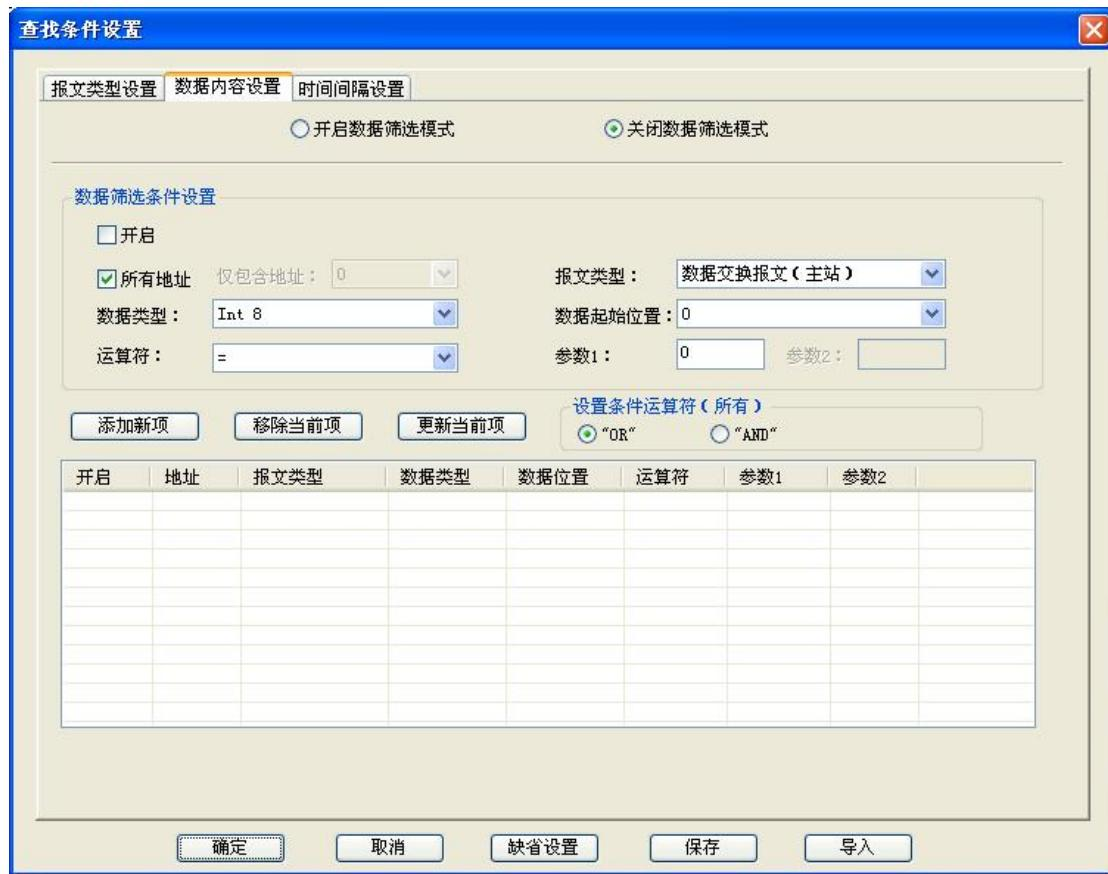

图 3-1-20、按照数据内容查找数据
**数据内容设置：**通过 PBStudio+的报文查找功能，用户可以通过数据内容设置查找符合设定要求的数据，如超过一定范围的工艺数据。如图 3-1-20 所示